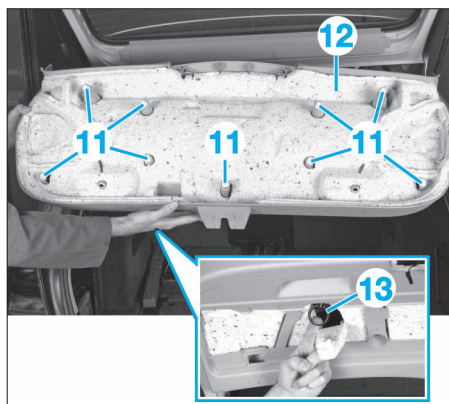

FIG. 90
- Dégager les clips (11) de la garniture (12) (Fig.90).